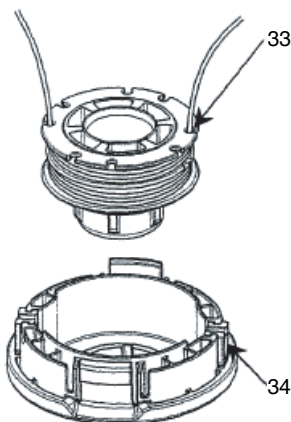

Fig. 40
- (5) Insérez les deux bouts libres du fil dans le guide-cordon (34) lorsque vous placez la bobine dans le boîtier. (Fig. 40)